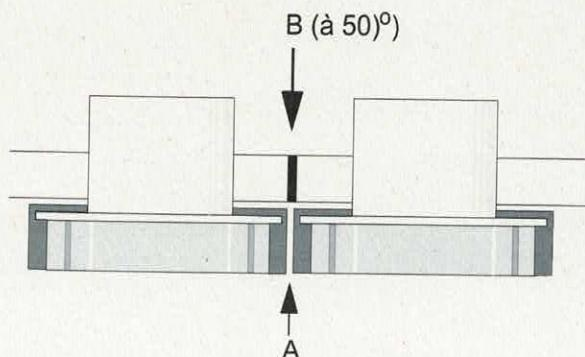

Figure 4: Réglages fondamentaux de la chaîne transport de tubes
- Faire tourner la machine à la main de telle manière que la ligne de division, entre deux maillons porte-godets soit en face du repère rouge, que l'on trouve sur la plaque de protection de la chaîne. Voir figure 4.